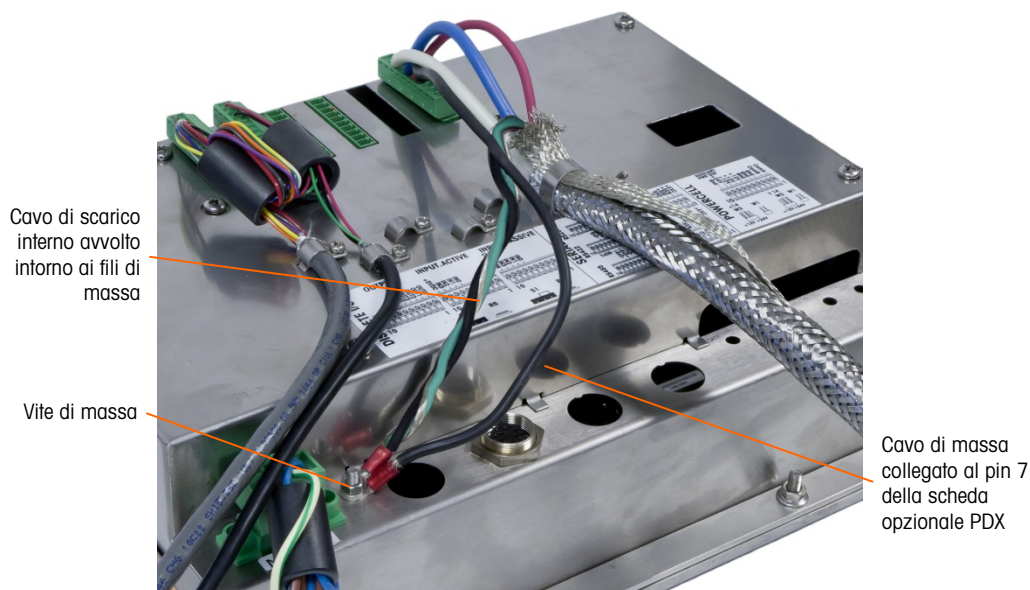

Figura A-69: Collegamento a terra completato
6. Attorcigliare il filo di scarico interno del cavo generale con i cavi di massa nero e verde e fissare gli stessi alla vite di massa esterna come in Figura A-69.